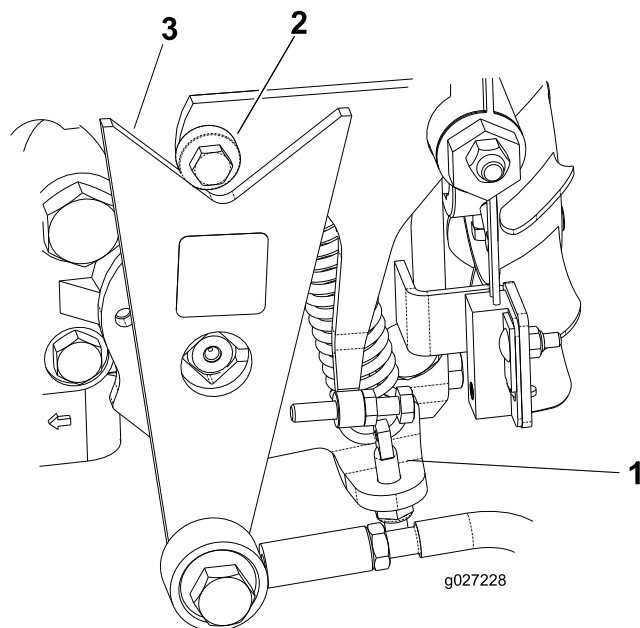

图 44
- 如果车轮的旋转方向正确请关闭发动机并调节弹簧调节销锁紧螺母图 44。调节驱动空档位置请参阅 将牵引驱动装置调至空档 (页码 28)。